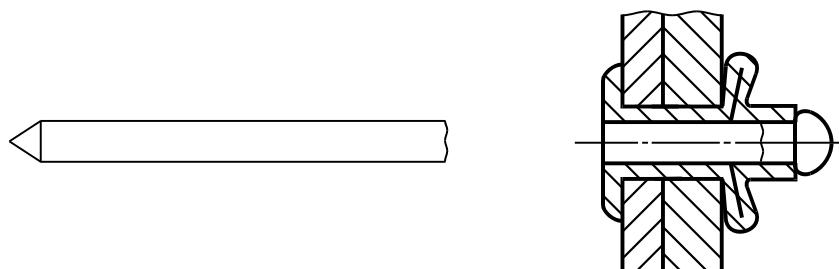

Рисунок 16 — Разрезной стержень
2.3.5 разрезной стержень (slotted shank): Корпус заклепки, имеющий продольные разрезы в средней части стержня заклепки между головой и концом заклепки (рисунок 16).